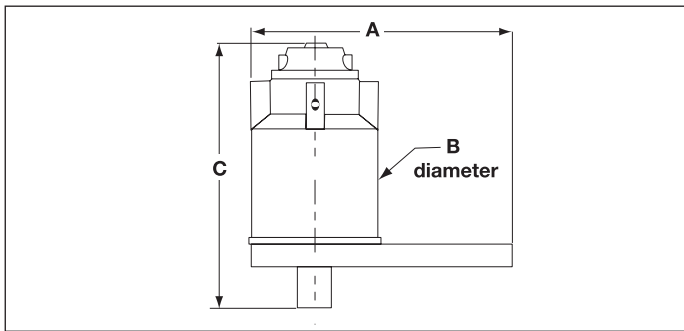

**Fig. 1, Trocando o Disco de Reação**
O cisalhamento controlado do Inserto de Encaixe Quadrado de Saída (Fig. 1 Item 4) protege os componentes internos, caso a capacidade máxima de saída seja ultrapassada. Este dispositivo de proteção contra sobrecarga causa a ruptura do inserto quando a saída excede entre 103% e 110% da capacidade nominal de saída. Um inserto de reposição é incluído nos multiplicadores de torque (E391, E392, E393, E492, E493, E494, E495). (Peça reposições adicionais ao seu Distribuidor Enerpac.)
3. Monte o soquete de encaixe quadrado fêmea de tamanho adequado sobre o inserto de encaixe quadrado de saída do multiplicador de torque (Fig. 1, Item 4). Posicione o soquete e o multiplicador de torque no prendedor a ser apertado.
1. Remova os parafusos (Fig. 1, Item 2) que fixam o disco de reação (Figura 1, Item 1) no multiplicador de torque, e remova o disco de reação do multiplicador de torque.
5. Fixe novamente o disco de reação no multiplicador de torque com os parafusos removidos previamente. (Fig. 1, Item 2).